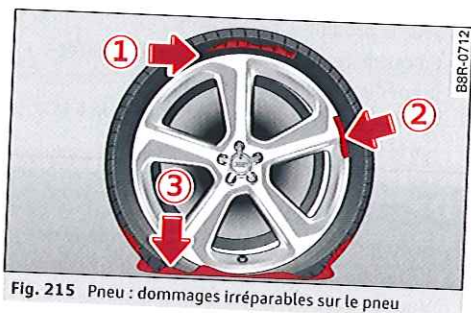

Fig. 215 Pneu : dommages irréparables sur le pneu
- lorsque le pneu présente des coupures de plus de 4 mm **①** ⇒ *fig. 215*.
- lorsque la jante **②** est endommagée.
- si vous avez roulé alors que la pression des pneus était trop faible ou qu'un pneu était à plat **③**.